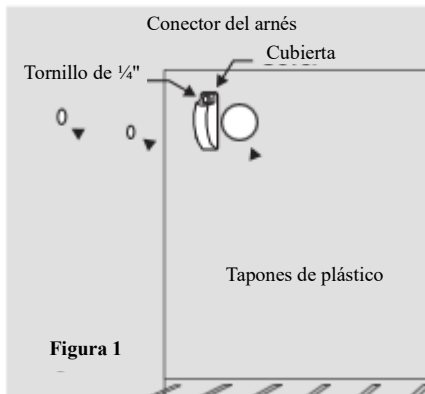

Figura 1
- En algunos modelos, hay dos enchufes en la pared izquierda del congelador que deben retirarse. Estos orificios se utilizarán para montar la máquina de hielo (1). (También hay un tapón en la pared trasera donde se insertará el tubo de entrada de agua (11)).
4. Utilice una espátula de plástico para quitar los tapones del interior del compartimento del congelador. (Consulte la Figura 1).
5. Retire la cubierta del conector del arnés, donde se enchufará la máquina de hielo, quitando el tornillo de cabeza hexagonal de ¼ de pulgada. (Consulte la Figura 1).